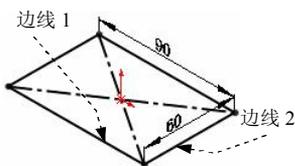
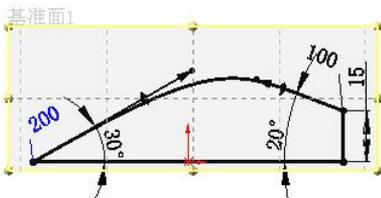

图 1.3.4 选取参考实体
图 1.3.5 绘制草图
(2) 定义 3D 草图平面 1。在图 1.3.4 所示的草图中选取边线 1 作为 **第一参考**，单击  按钮，选取图 1.3.4 所示的边线 2 为 **第二参考**，单击“垂直”按钮 。
(3) 单击对话框中的  按钮，完成“3D 基准面 1”的创作。
Step5. 在基准面上绘制草图。正视于基准面 1，在基准面 1 上创建图 1.3.5 所示的样条曲线和直线，并添加相应的约束。